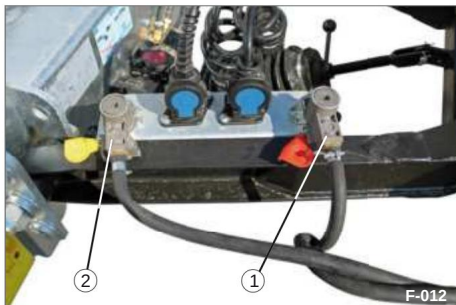

Bild 15 Parkerade anslutningar
- ÿ Skruva loss kopplingshuvudena från parkeringskonsolens parkeringsfästen (Bild 15/3).
- ÿ Anslut kopplingshuvudet "Broms" (Bild 15/2). ÿ Anslut kopplingshuvudet "Matning" (Bild 15/1).